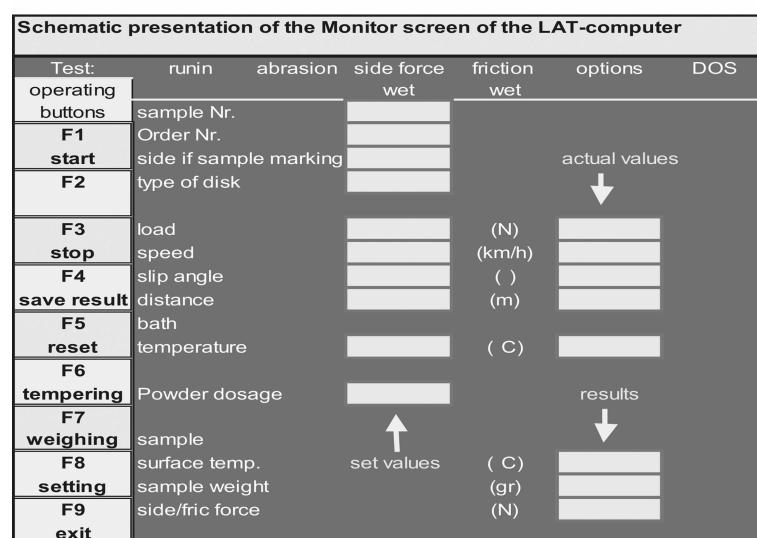

图2 参数设置界面
(6)设置参数。参数设置界面如图2所示。需要输入或选择的参数包括样品号、序号、旋转方